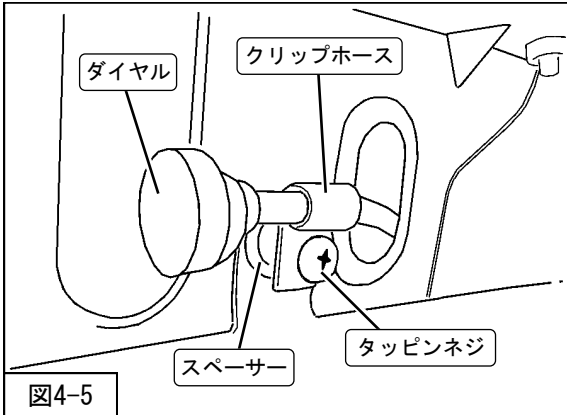
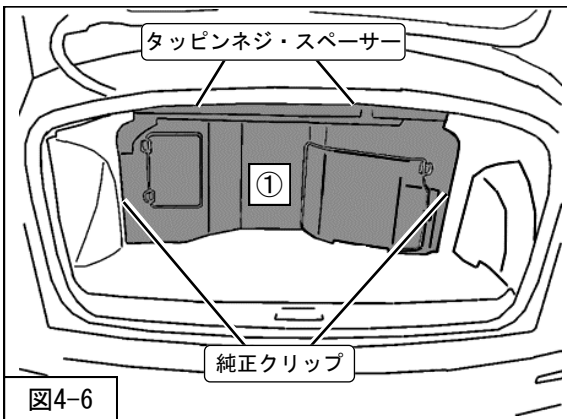

図4-5
図4-6
8. アウターケースにクリップホース(同梱品)を取付けてください。(図4-5)
9. アウターケースにダイヤルを取付け、スクリュで固定してください。スクリュの締付けは六角レンチ(1.5mm・同梱品)を使用してください。(図4-5)
①トランク内装
を車両に取付けてください。(図4-5・図4-6)